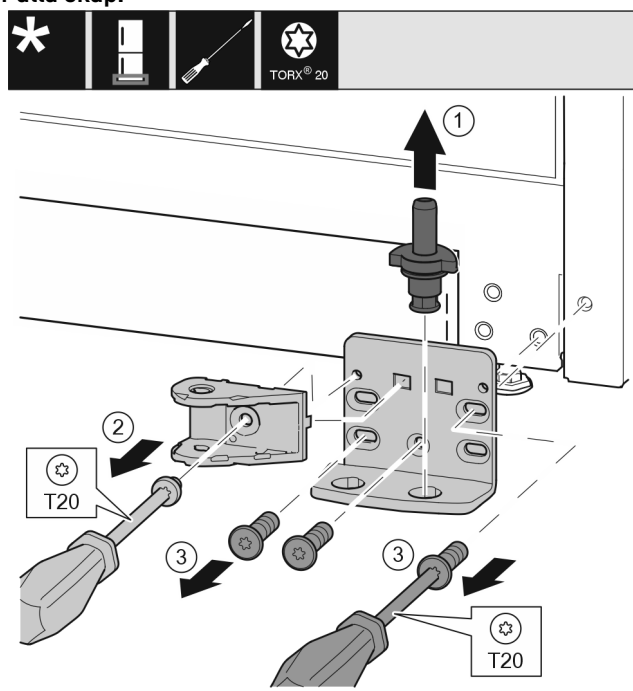

Fig. 34 \*
- ▶ Ta ut hela lagerbulten genom att dra den uppåt. Fig. 34 (1)\*
- ▶ Skruva ut skruvarna med en skruvmejsel T20 och ta av stängningsdämparbeslaget. Fig. 34 (2)
- ▶ Skruva ut skruvarna med en skruvmejsel T20 och ta av lagerbocken. Fig. 34 (3)\*